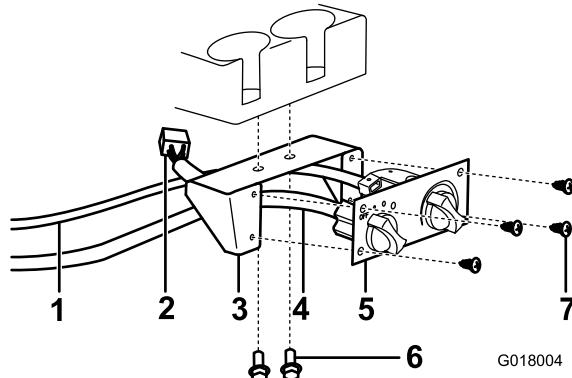

Bild 29
6. Befestigen Sie die Halterung für die Heizungssteuerung am Armaturenbrett unter den Getränkehältern mit zwei Bundkopfschrauben und Muttern (Bild 29).
7. Verbinden Sie das Heizungssteuerkabel und den schwarzen Kabelbaumverbinder mit der Heizungssteuerung und den weißen Kabelbaumverbinder mit der Heizung (Bild 29).
8. Befestigen Sie das Heizungsbedienelement mit vier Blechschrauben an der Aufnahme für das Heizungsbedienelement (Bild 29).